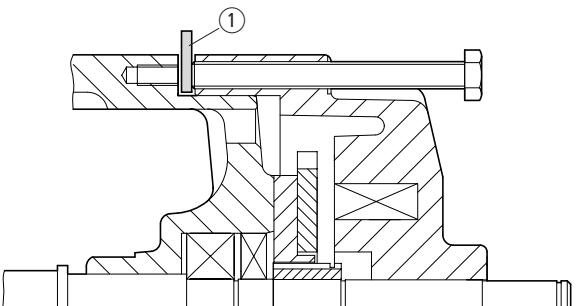

Abbildung 5: Blechstreifen einlegen
Zum Schutz der Gewinde im Motorgehäuse legen Sie einen Blechstreifen (→ Legende ① in Abb. 5) unter die Abdruckschrauben, sobald sich die Gehäuse voneinander abgehoben haben.